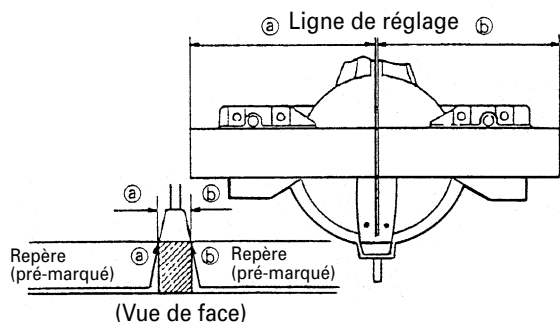

Fig. 21
- (1) Comme indiqué à la Fig. 21, la largeur de la lame est la largeur de coupe. En conséquence, glisser la pièce vers la droite (vue de la position de l'opérateur) pour obtenir la longueur (b), et sur la gauche pour obtenir la longueur (a).